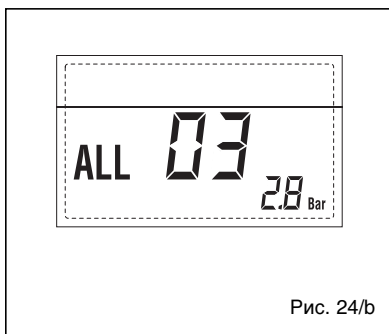

Рис. 24/б
**– НЕПОЛАДКА ДАТЧИКА САНТЕХНИЧЕСКОЙ ВОДЫ, «ТРЕВ 04»** (рис. 24/с)